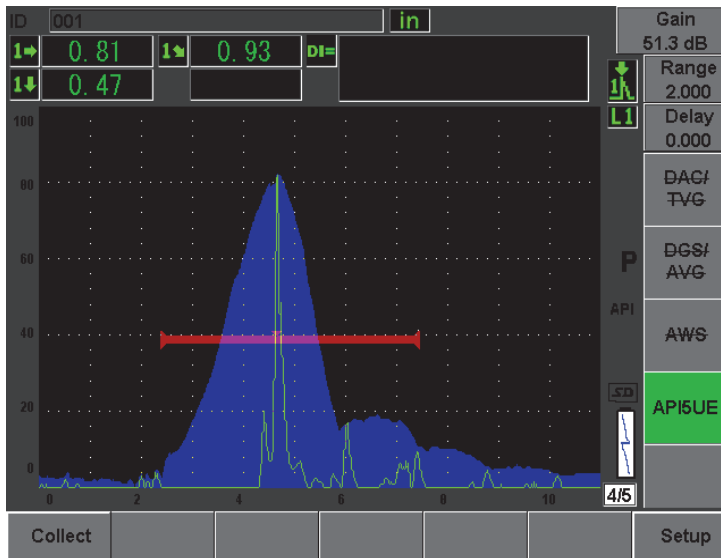

Abbildung 12-23 Erfassen von Justierdaten im Echodynamikmodus
4. Mit der Taste **[P1]** die Parameter  $A_{\max}$ ,  $T_1$  und  $T_2$  in der Echodynamik erfassen (siehe Abbildung 12-23 auf Seite 260).